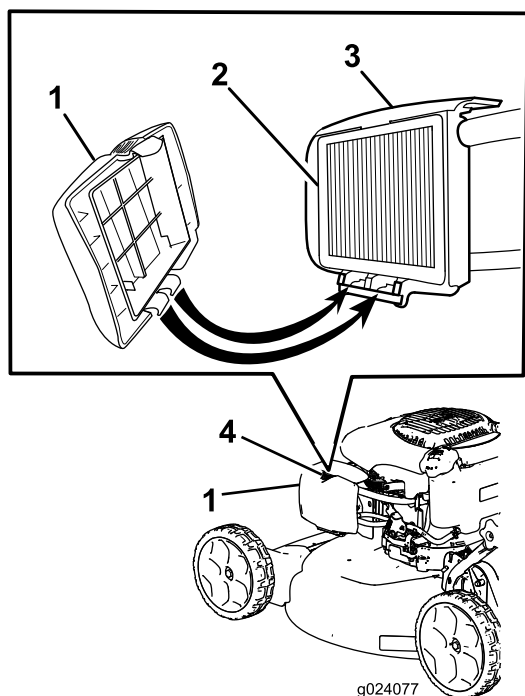

Figura 18
2. Pulse el botón de la tapa del limpiador de aire (Figura 18) y abra la tapa.